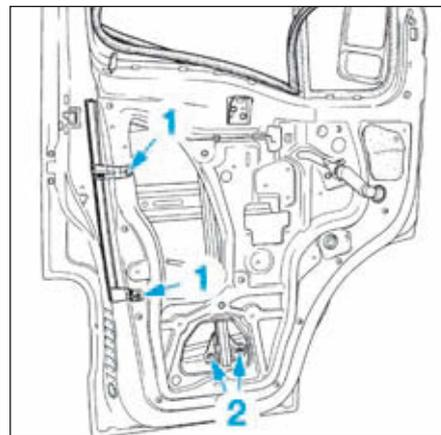

FIG.92
- Déposer les deux vis (1) (Fig.92) le montant inférieur de vitre.
- Déposer les vis (2).